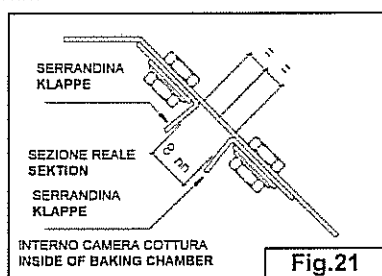
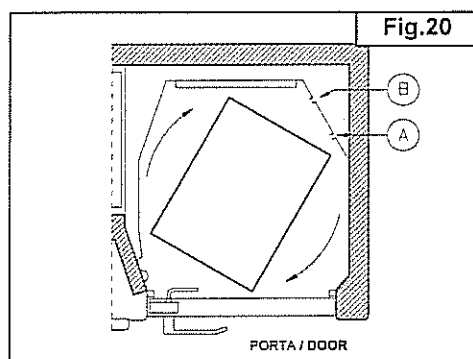
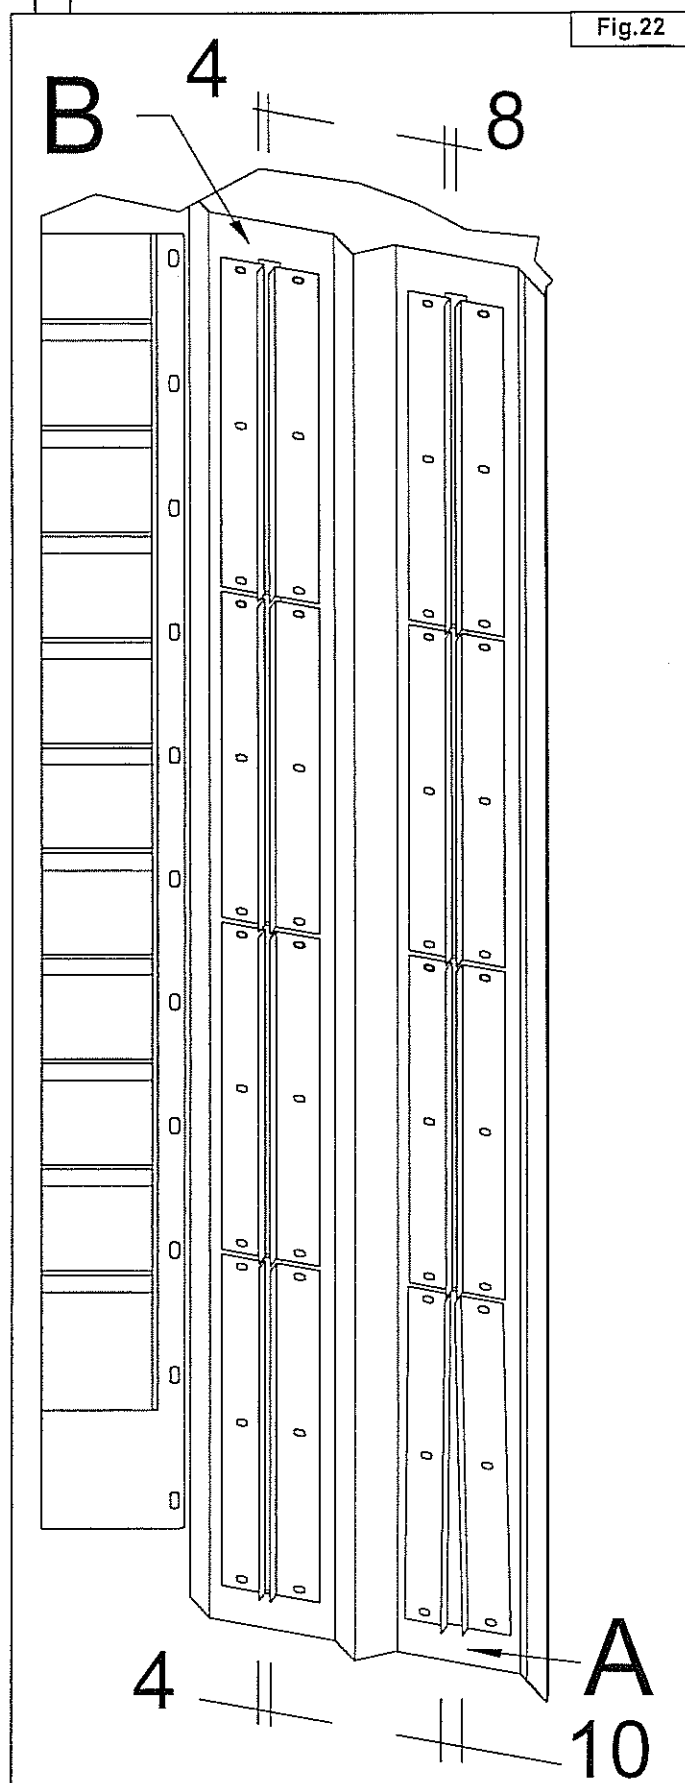

Fig.21
Fig.20
Fig.22
Controllare che tutte le serrandine abbiano le alette di flusso rivolte verso l'interno della camera di cottura e siano posizionate al centro della feritoia (Fig 21). Essendo le serrandine inclinate (Fig.20), la misura di regolazione standard riportata in Fig.22 deve essere rilevata nella parte più stretta. (SEZIONE REALE)
Le serrandine Pos.a Fig.20 regolano la cottura del composto nella zona centrale delle teglie; quelle in Pos.b regolano la cottura nella zona laterale.
La Fig.22, vista dall'interno della camera di cottura, riporta i valori standard di regolazione delle serrandine
Ascertain that all the air locks have the air flow fins turned towards the inside of the baking chamber and are positioned at the center of the slit (Fig. 21). As the air locks are slanted (Fig. 20) the measurement of the standard adjustment shown in Fig. 22 must be taken in the narrowest part (REAL SECTION).
The air locks (Pos. a Fig. 20) affect the baking of the dough in the center area of the trays; those in Pos. b affect baking at the sides.
The Fig.22, seen from the inside of the baking chamber, shows the standard adjustment figures for the air locks.
Regolare le serrande rispettando i valori standard riportati in Fig.22.
*Nello spostare le serrande , non si deve modificare l'apertura , che resta quella standard di Fig.22*
-Spostare verso destra o verso sinistra le serrandine in modo da centrare il flusso d'aria sul centro del carrello. Se la cottura non è soddisfacente su tutte le teglie spostare tutte le serrandine (Pos.A Fig.22), mentre se le teglie che non cuociono sono solo una parte , spostare solo le serrandine in corrispondenza delle teglie non cotte.
-Spostare verso destra o verso sinistra le serrandine in modo da centrare il flusso d'aria sul centro del carrello. Se la cottura è eccessiva su tutte le teglie spostare tutte le serrandine (Pos.A Fig.22), mentre se le teglie che cuociono troppo sono solo una parte , spostare solo le serrandine in corrispondenza delle teglie troppo cotte.
- Aumentare l'apertura sulle serrandine (Pos.B Fig.22)
La regolazione del flusso d'aria viene eseguita principalmente sulle serrandine (Pos.A Fig.22)
The slots have to be adjusted in accordance to the standard values indicated in Fig.22
*When moving the slots the standard opening has to remain unchanged. (See Fig.22)*
-Move the slots to the right or to the left side in order to position the air flow towards the center of the rack. If baking is not satisfactory on all trays change position of all the slots (Pos.A Fig.22) . If the trays are not well baked only partially move only those which are closed to these trays.
-Move the slots to the right or left side in order to direct the air flow towards the center of the rack. If baking is too much on all trays move all the slots (Pos.A Fig.22) . If there are only some trays which are dark only partially move only those slots which are close to the dark trays.
-Increase the opening of the slots (Pos.B Fig.22)
The adjustment of the air flow has to be done mainly by the slots.(Pos.A Fig.22)